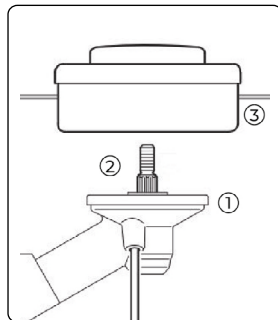

Рис. 10
9.1 Снятие и установка катушки с леской (Рис. 10)
Установите защитный диск (Рис. 10 поз. 1) на вал редуктора (Рис. 10 поз. 2). Закрутите косильную катушку против часовой стрелки (Рис. 10 поз. 3). Катушка с леской установлена.